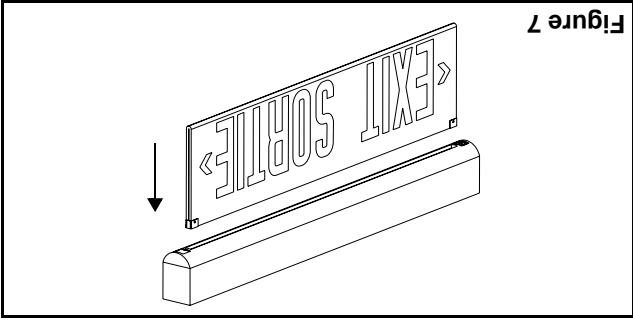

Figure 7
3. Partially remove the protective sleeve from the panel. Push the panel, with clips installed, into the slot in the trimplate assembly until it snaps (see fig. 7). Gently try to pull out the panel to ensure that it is engaged in the trimplate assembly. Remove the protective sleeve.
3. Retirer partiellement l'enveloppe protectrice qui recouvre le panneau de l'enseigne. Enfoncer le panneau, avec les fixations de coins, dans la fente de la plaque de finition jusqu'à ce que les fixations soient engagées (voir fig. 7). Tirer légèrement sur le panneau pour vérifier qu'il soit bien engagé. Enlever l'enveloppe protectrice.